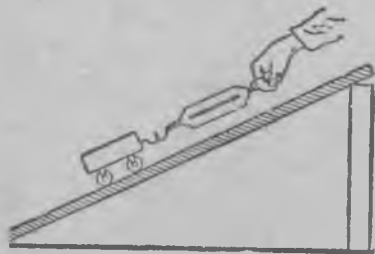

Рис. 142.
3. Эндизен калдеван плоскостин сияс азетамма подставкал виэ питкеммāн лауван нёкан, куй энзимайне лауда. Анна лауван питкўс он L_2 сантиметруа. Ностаен телегāстā уутта калдевуа плоскостие мўбте (рис. 142), нāеммā, что динамометра озуттау вāен F_2 , пиэнеммāн, куй F_1 .